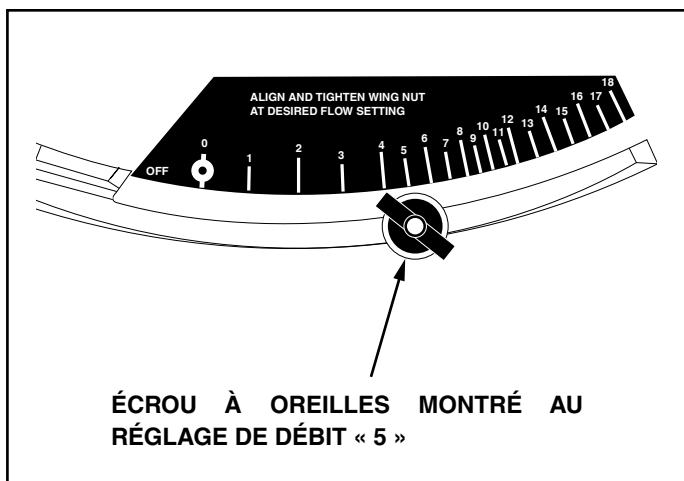

FIGURE 25
4. Desserrer l'écrou à oreilles en plastique et l'amener au réglage souhaité. Serrer l'écrou à nouveau. Voir la figure 25.